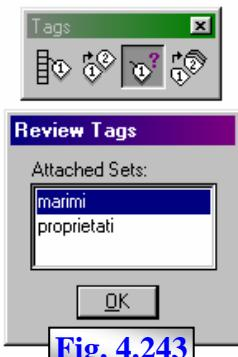
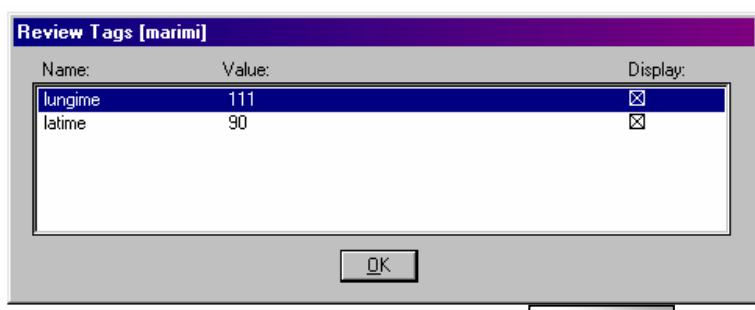

Fig. 4.243
Fig. 4.244
- = în cazul identificării elementului și dacă acesta are atașate mai multe seturi de etichete, atunci se activează fereastra **Review Tags**, fig. 4.243, din care se cere selecția unui set de etichete din lista **Attached Sets**, prin poziționarea cursorului pe numele setului și confirmare pe butonul **OK**, ce va provoca deschiderea ferestrei **Review Tags**, fig. 4.244;
- = în cazul identificării elementului și dacă acesta are atașat un singur set de etichete sau în cazul identificării unei etichete asociate elementului, consecința va fi deschiderea directă a ferestrei **Review Tags**, fig. 4.244;
- fereastra **Review Tags**, fig. 4.244, conține lista etichetelor asociate setului de etichete selectat și are asociat titlului ferestrei numele setului preselectat; pentru fiecare din etichetele afișate în listă, se afișează valoarea asociată și starea controlului **Display**;